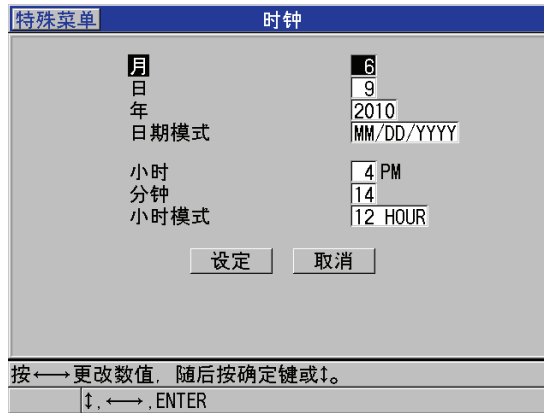

图 4-2 选择时钟参数
3. 在**时钟**屏幕上 (参见第 45 页的图 4-2):